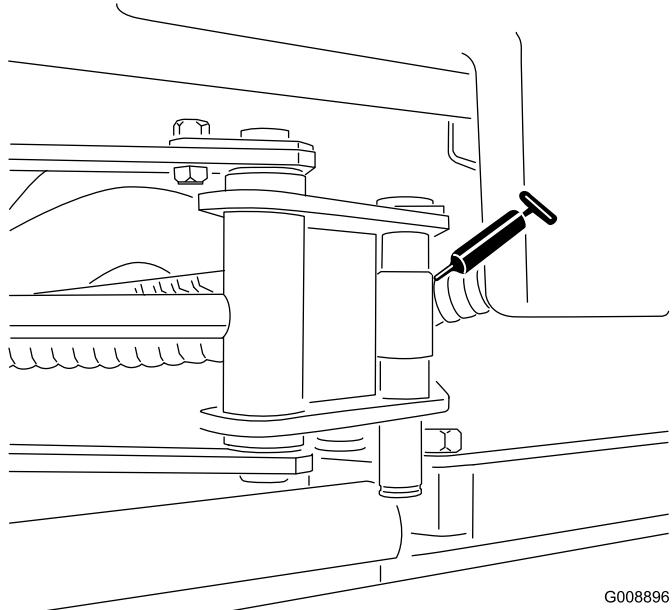

Bild 33
- SideWinder-Zylinderenden (2) (Bild 33)